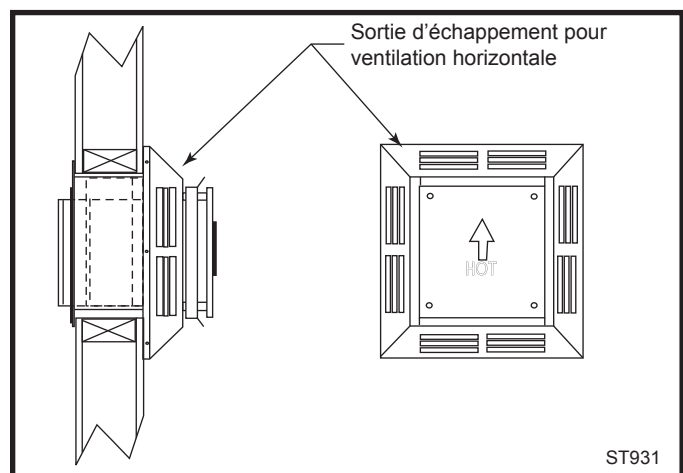
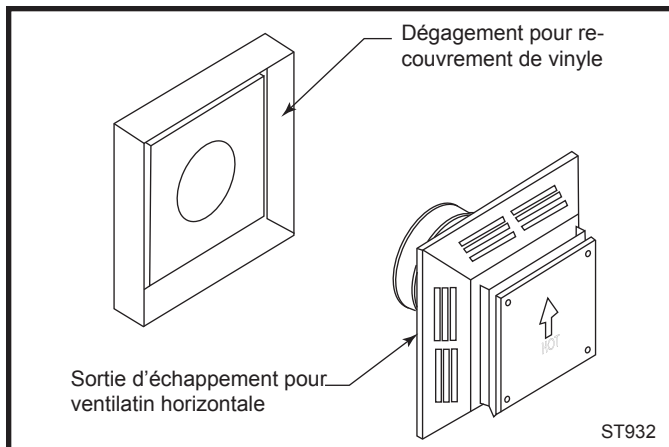

Fig. 41 Sortie d'échappement pour ventilation horizontale.
Fig. 42 Dégagement pour recouvrement de vinyle et sortie d'échappement pour ventilation horizontale.
6. Installez la sortie d'échappement pour la ventilation horizontale au mur extérieur en utilisant quatre (4) vis tout-usage à travers les trous localisés au quatre (4) coins de la sortie d'échappement. Assurez-vous que la flèche (embossée sur la face de la sortie) pointe vers le haut. (Fig. 41) Si la maison possède un recouvrement de vinyle, un dégagement pour recouvrement de vinyle (VS) doit être installé avant d'installer la sortie d'échappement pour la ventilation horizontale. Référez-vous aux recommandations du manufacturier de l'appareil pour déterminer si un dégagement est requis. Fixez le dégagement pour le recouvrement de vinyle sur le côté extérieur du mur (assurez-vous qu'il est au niveau et centré avec l'ouverture) avec les vis (fournies) aux quatre (4) coins du dégagement. Fixez la sortie d'échappement pour ventilation horizontale au dégagement. (Fig. 42)